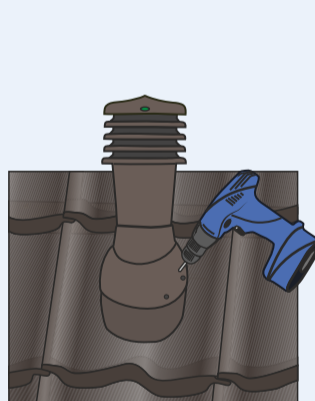

Рис.5
7. Положение трубы фиксируется к проходному элементу цветными саморезами с прокладкой (4 шт), которые прикручиваются с четырех сторон (рис.5).